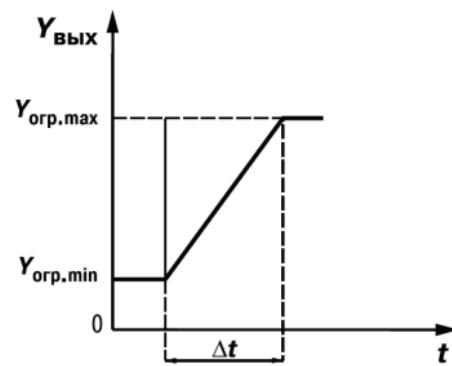

Рисунок 3.10
- скорости изменения  $v_{\text{огр}} = \frac{Y_{\text{огр.макс}} - Y_{\text{огр.мин}}}{\Delta t}$  (рисунок 3.10).